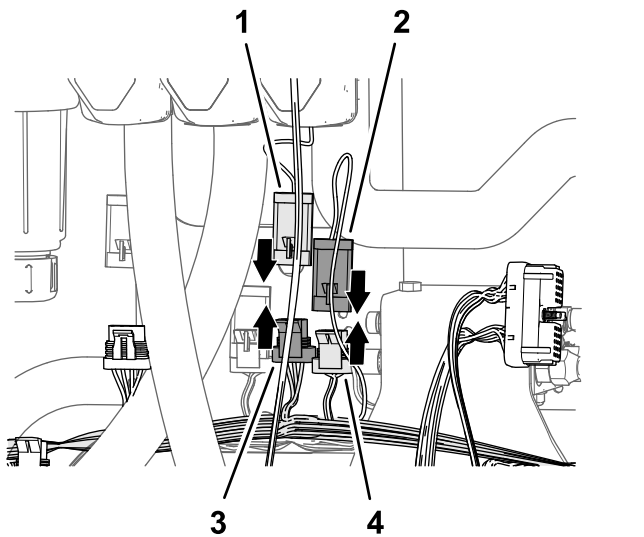

Figura 88
2. Conecte el conector de 3 pines de la rama de 89 cm del arnés de cables del kit marcado MASTER VALVE al conector hembra de 3 vías del arnés de cables de la máquina marcado MASTER SPRAY VALVE (Figura 88).
de cables del kit marcado MASTER VALVE (Figura 88).